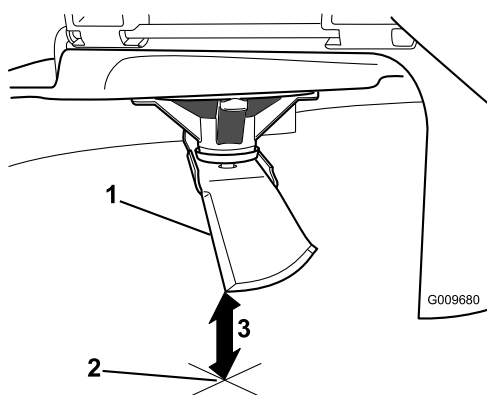

Figura 50
3. Meça da ponta da lâmina até à superfície plana (Figura 50).